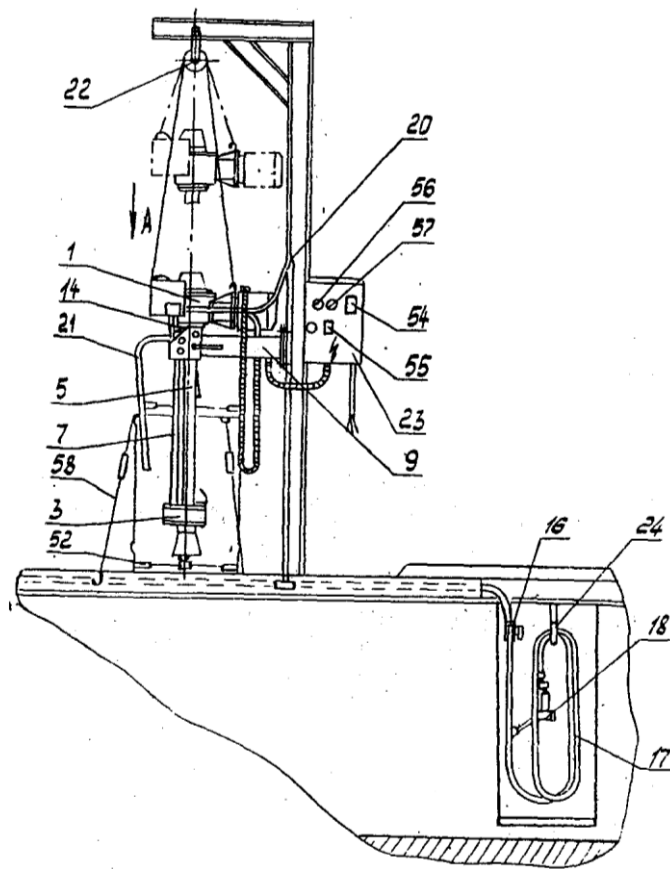

Рис.1
из открытых вентилях 16 (рис.1) рукавов пистолетов;
8.1.1. Включением выключателя 54 (рис.1) на дверке аппаратного шкафа 23 подключите нагнетатель к сети. При этом, на дверке шкафа загорается лампа, сигнализирующая о наличии напряжения в сети.
Сброс давления можно произвести открытием иглы клапана сброса 14 (рис.1) или открытием одного из пистолетов, направленного в какую-либо емкость или в точку смазки. Если при этом давление не сбрасывается, отверните иглу, расположенную в верхней части пистолета.
8.1.6. Сверните рукава 17 (рис.1), повесьте их вместе с пистолетами на крюки 24, расположенные на посту смазки.
- 8.2.2. Рукав **21 (рис.1)** автономной выдачи направьте в наполняемую емкость.
- 8.2.3. Отверните запорную иглу клапана сброса давления **14 (рис.1,2)**.